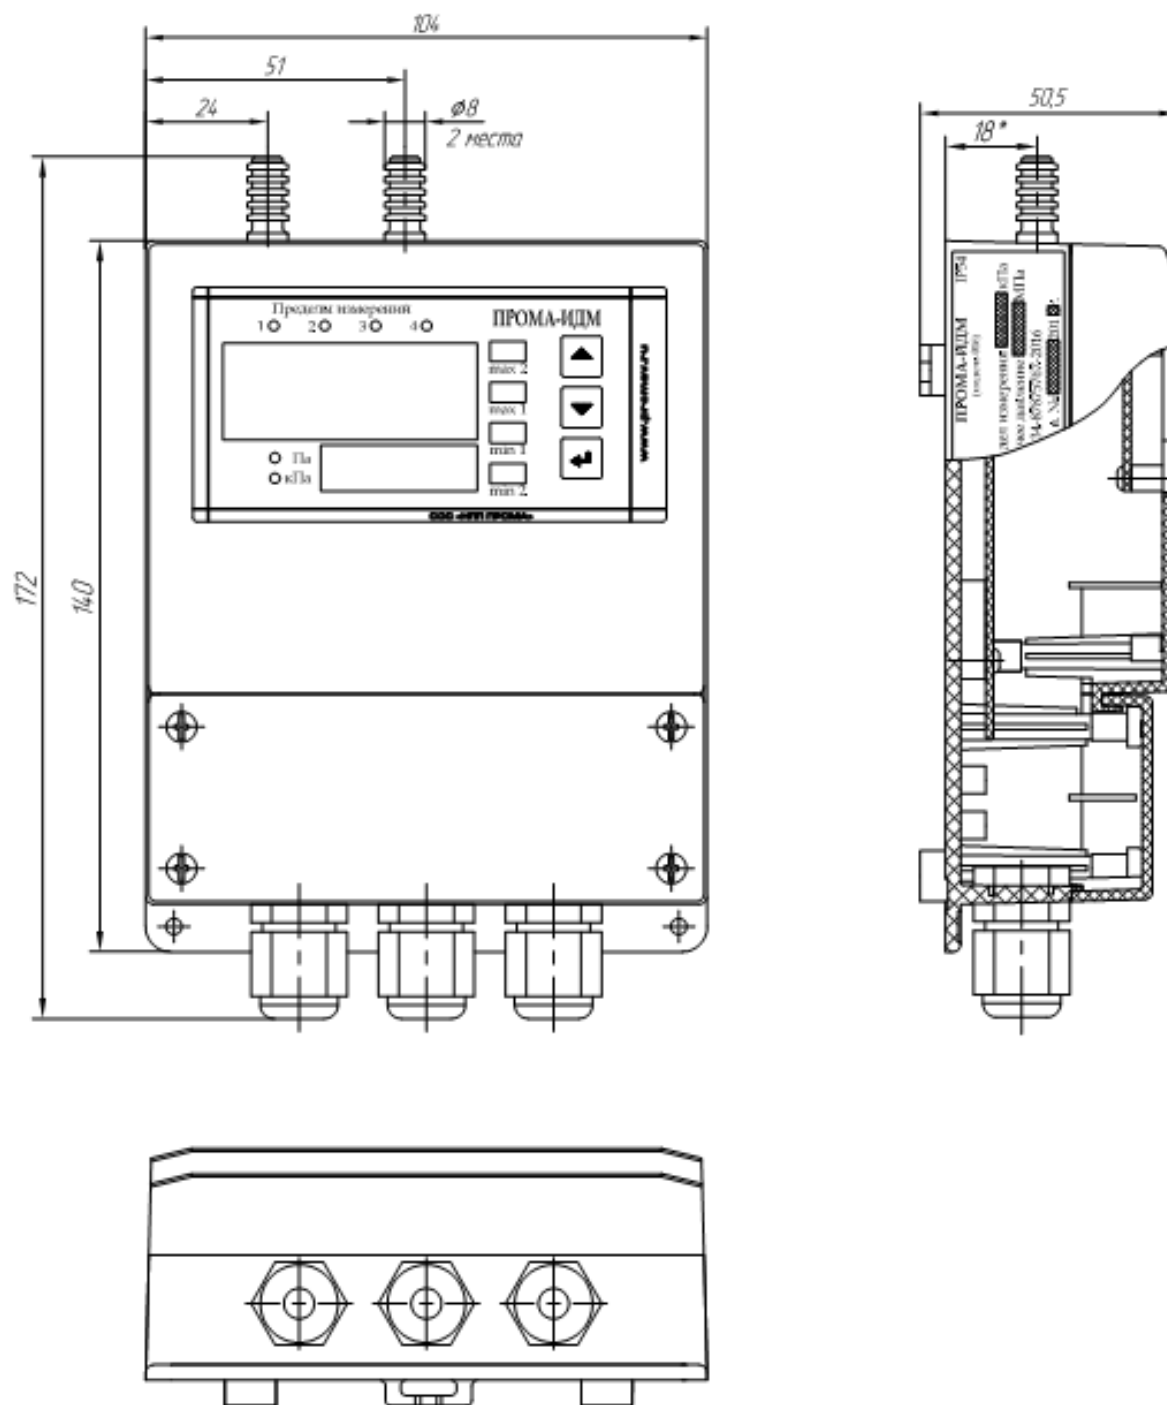

Рис. 2.2. Измеритель ПромА-ИДМ-ДД Настенное исполнение на рабочее давление 0,1 МПа.
- Рис. 2.2. Измеритель Прома-ИДМ-ДД Настенное исполнение. Габаритный чертеж.